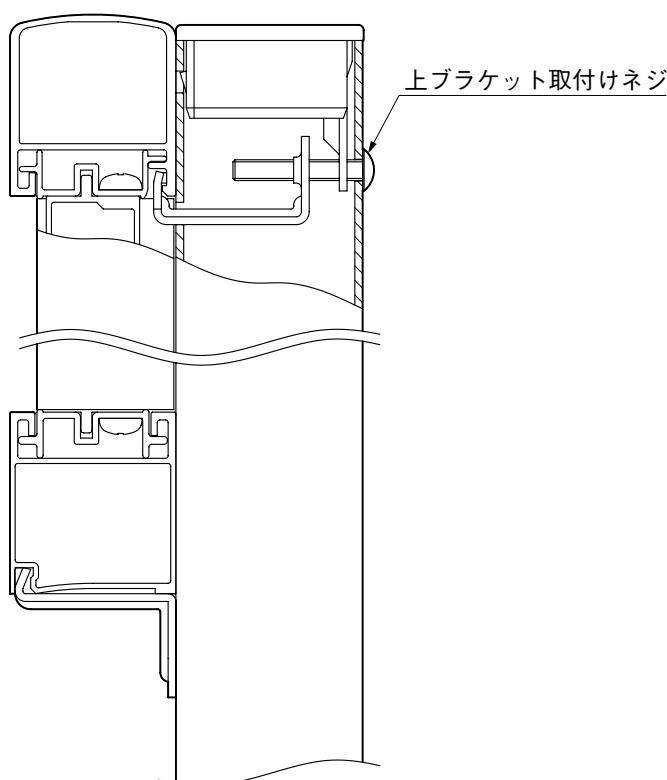

図3-3
- ③ ツメが溝にしっかりと入っていることを確認して、上ブラケット取付けネジを締めてください。（図3-3参照）